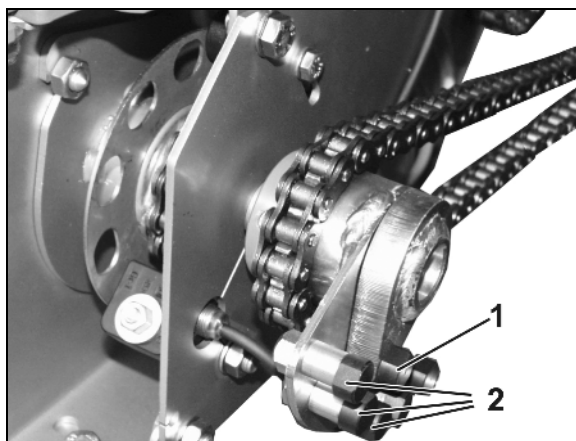

Fig. 108
Kommt es zum Blockieren der Dosierwalze durch Fremdkörper im Dosierer, schert eine Kunststoffschraube (Fig. 108/1) ab und der Antrieb wird zur Vermeidung von Schäden unterbrochen.
3. Ersatzschraube (Fig. 108/2) aus der Halterung nehmen.